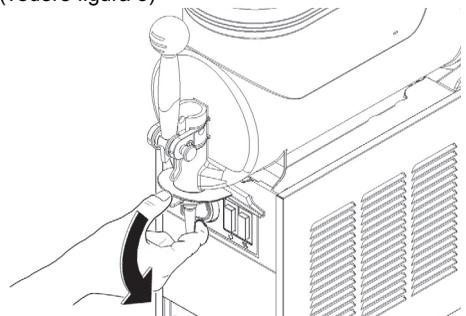

figura 5
- 3 Smontare il beccuccio di erogazione. (vedere figura 5)